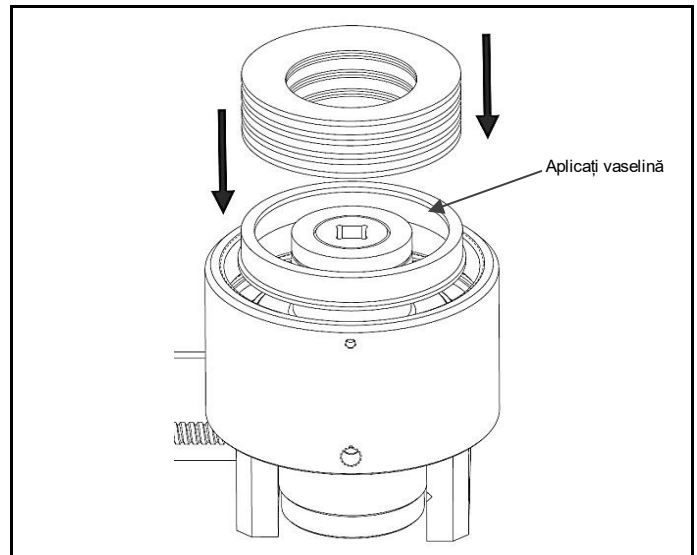

Fig. 4.6 Introduceți inserția cu disc și arcurile cu disc, având grijă să fie suprapuse corect
- Asigurați-vă că păstrați ordinea de suprapunere a arcurilor cu disc. (Fig. 4.6)